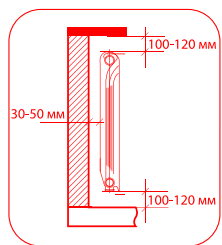

рис. 1
1. Для эффективной р боты р ди тор необходимо соблю дть монт жные р сстояния, ук з нные н рис. 1